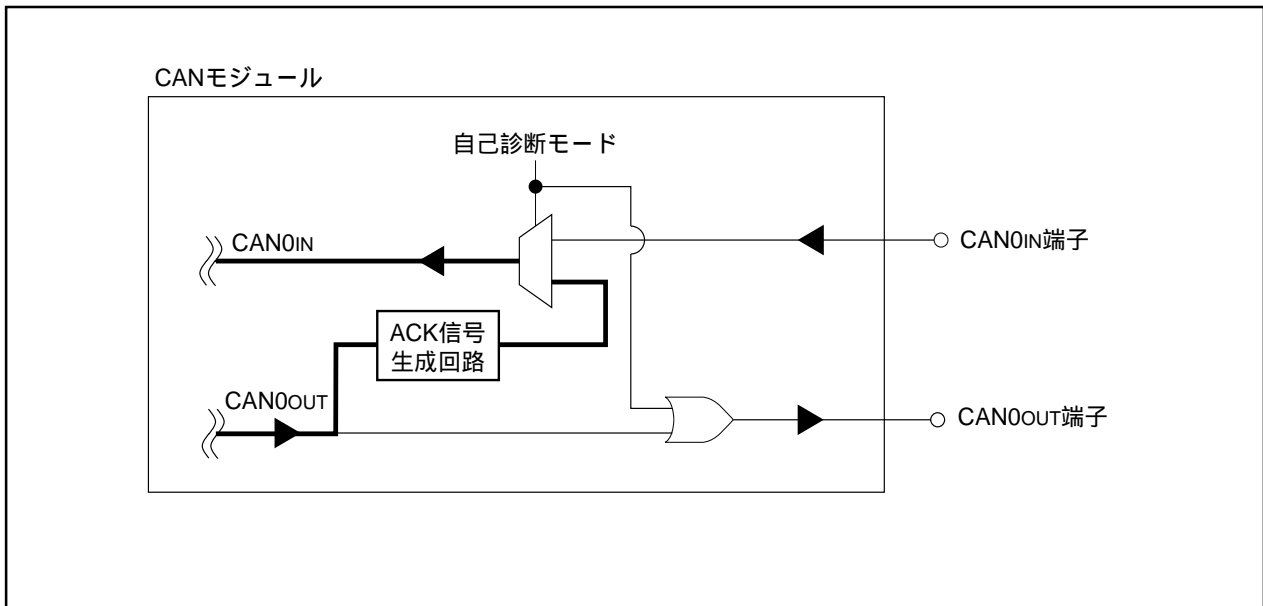

図23.19 自己診断モード(イメージ図)
- ・自己診断モード : CANモジュール内部で、CAN0OUT-CAN0IN端子を接続します。ループバックモードと組み合わせることでCAN単体で通信できます。自己診断モード時は、送信中もCAN0OUT端子出力が“H”固定となります。図23.19に自己診断モード(イメージ図)を示します。